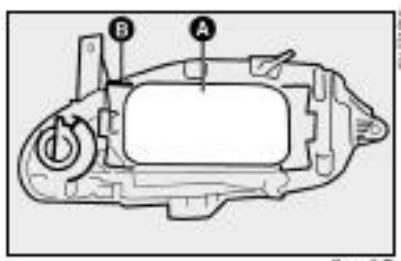

fig. 25
1) remover a tampa plástica A para ter acesso às lâmpadas deslocando a trava B-fig. 25;
6) reenganchar a presilha de fixação A-fig. 27 e reconectar a lâmpada, colocando por último a tampa plástica A-fig. 25.